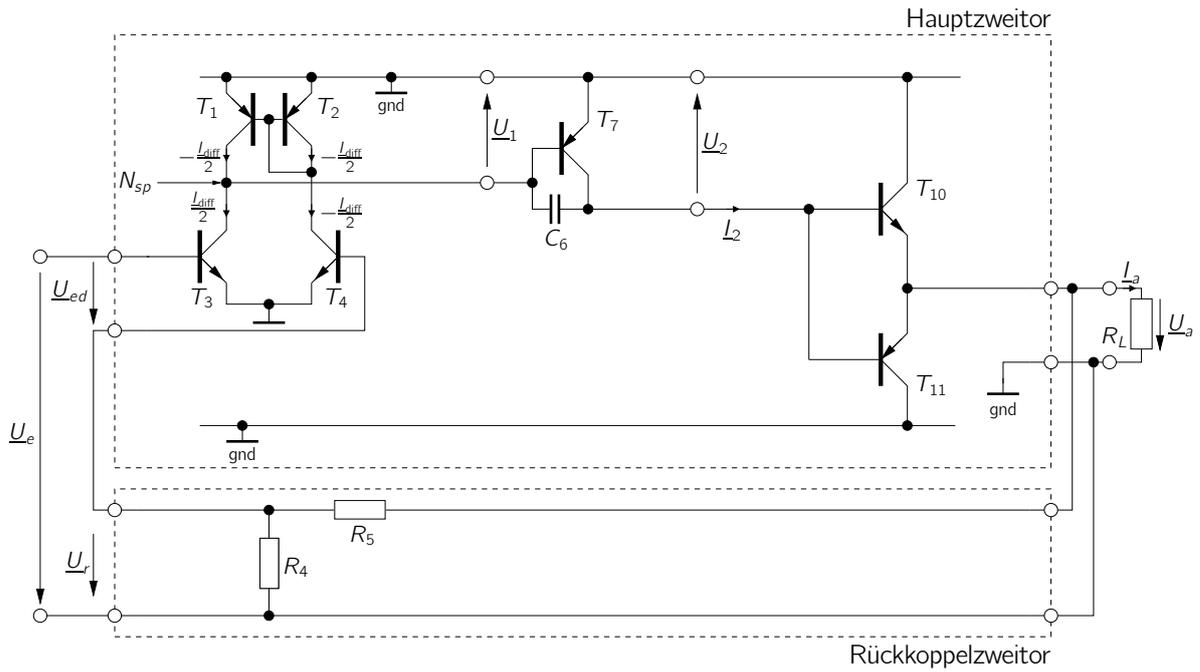

Abbildung 6.4: Wechselstrom Ersatzschaltbild mit Millerkapazität  $C_6$ .
Um die Stabilität der rückgekoppelten Schaltung trotzdem zu gewährleisten, wird eine sog. Frequenzkompensation (pole-splitting) durchgeführt. Dazu wird eine zusätzliche Kapazität zwischen Basis und Kollektor von Transistor  $T_7$  angebracht, wie in Abbildung 6.4 dargestellt ist. Über den Miller-Effekt transformiert sich diese Kapazität in eine Kapazität am Eingang und am Ausgang des Transistors. Damit erzeugt die Kapazität bewusst zwei Polstellen bei bestimmten Frequenzen. Die Grenzfrequenz der einen Polstelle ist abhängig von der Miller-Kapazität und dem Eingangswiderstand des Transistors  $T_7$ , die andere Polstelle von der Millerkapazität und dem Eingangswiderstand von  $T_{10}$  und  $T_{11}$ .
7. Das quasistatische Ersatzschaltbild wird um  $C_6$  erweitert (vgl. Abbildung 6.4). Berechnen Sie die durch  $C_6$  verursachten Grenzfrequenzen des Frequenzganges der Vorwärtsverstärkung  $\underline{F}_a$  und zeichnen Sie den Amplitudenverlauf der Vorwärtsverstärkung im *Bode-Diagramm*. Machen Sie sich bewusst, dass es sich hierbei wiederum nur um die Eigenschaften des Hauptweiters handelt (nicht die rückgekoppelte Schaltung).